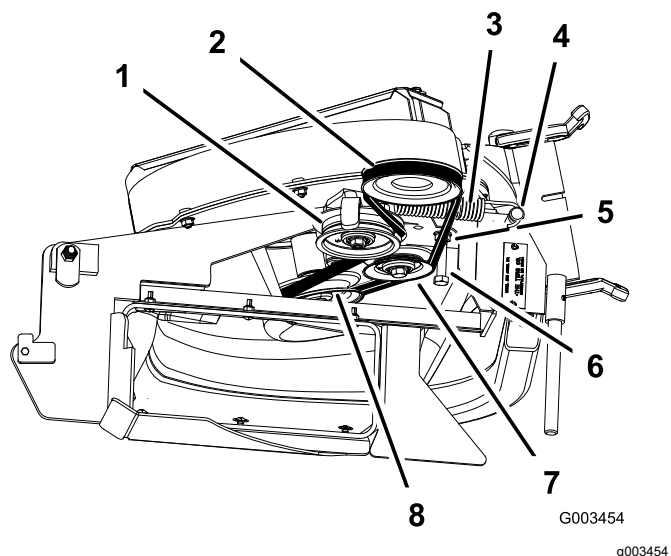

Figura 43
- Afloje el perno de guía de la correa (Figura 43).
- Instale la correa nueva alrededor de la polea del soplador (Figura 43).
- Apriete el perno de guía de la correa (Figura 43).
9. Coloque la correa sobre la polea tensora tensada con muelle (Figura 43).